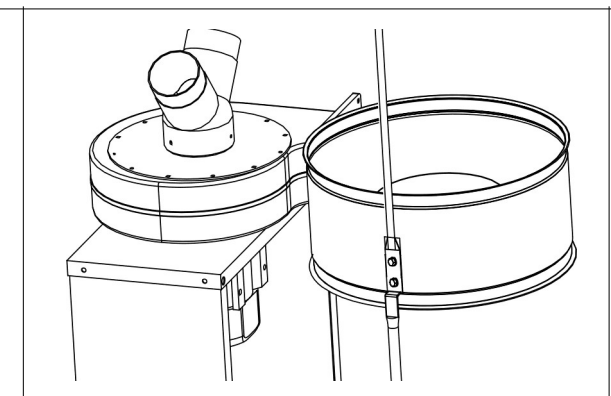

Abb.6
5. Fixieren Sie die Beutelstütze und den Filterbeutel mit den entsprechenden Schrauben, Muttern und Unterlegscheiben. (Abb.6)